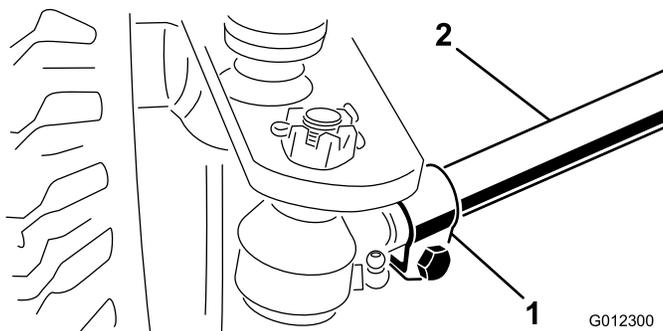

Figura 36
2. Afloje las abrazaderas en ambos extremos de las bielas (Figura 36).